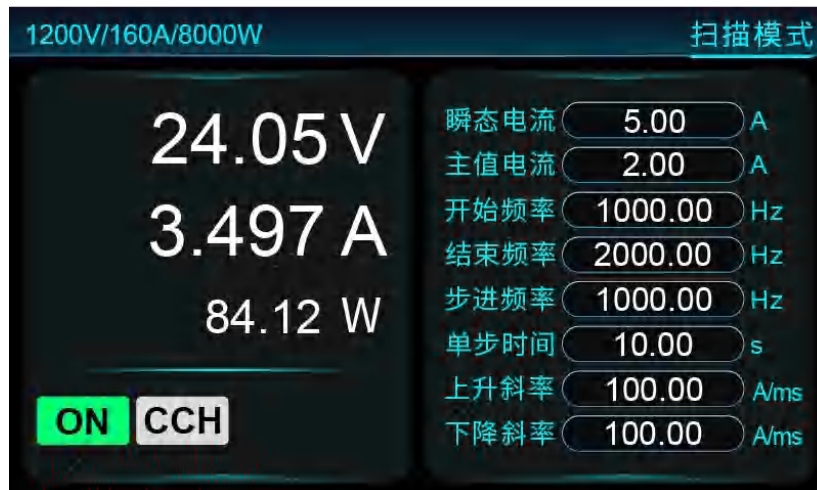

图 5-56
- 9、输入接一个电容，观察显示屏读数，如图 5-56 所示。